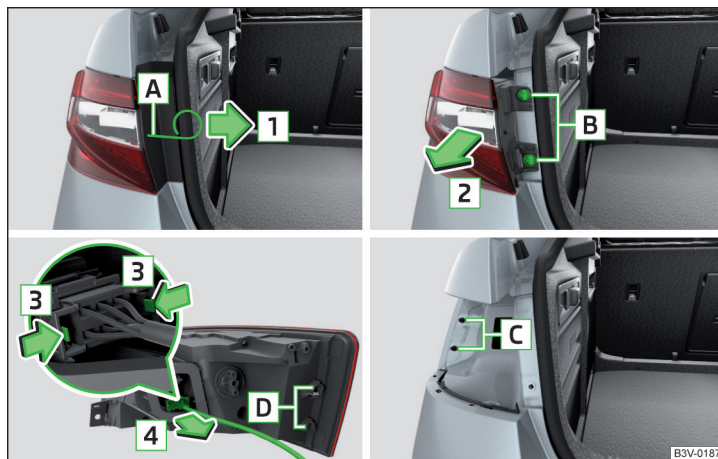

Fig. 265 Demontarea lămpii / scoaterea conectorului
- › Introduceți brida pentru extragerea capacelor integrale de roată în degajarea **A** » fig. 265.
- › Împingeți conectorul contrar sensului săgeții **4** » fig. 265 în blocul optic. Elementele de blocare de pe conector trebuie să se blocheze în siguranță.